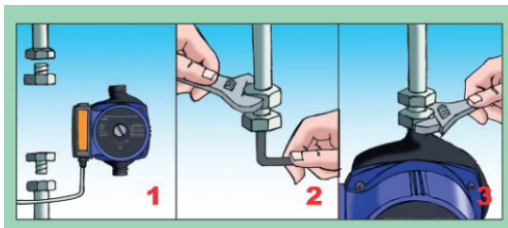

Рис. 2 Монтаж циркуляционного насоса с резьбовым присоединением.
- Процесс монтажа резьбового циркуляционного насоса показан на рис.2